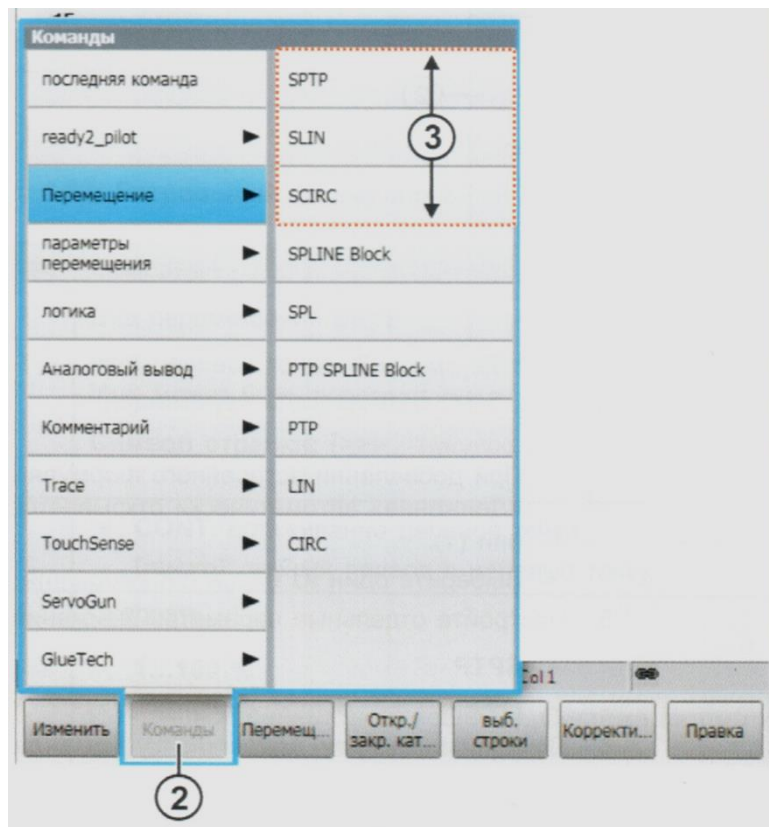
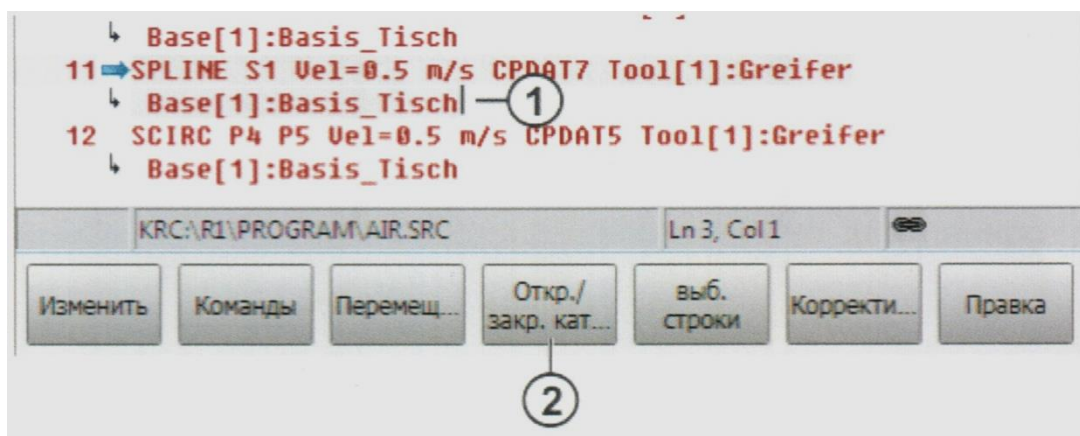

Рис. 3.5 Добавление встроенного формуляра
Рис. 3.10 Открытие/закрытие сплайн-блока
мышь, перевести точку **TCP** в целевую точку, если программируется движение **SPTP** или **SLIN**. Далее необходимо вызвать формуляр будущей команды нажатием клавиши **Команды** ((2) на рис. 3.5) и выбором в строке **Перемещение** необходимой команды (3).
Программирование движения по сплайн-траектории начинается с вызова встроенного формуляра **SPLINE Block** (Рис. 3.5). При этом точка **ТСР** должна находиться в начале сплайн-траектории. Встроенный формуляр заголовка **SPLINE Block** представлен на рис. 3.9.
Все поля в заголовке блока настраиваются так же, как показано в табл. 3.3. Все промежуточные точки, входящие в сплайн-блок, записываются командой **SPL** (рис. 3.5) перед командой закрытия блока **ENDSPLINE**. Через некоторое время после закрытия сплайн-блока его содержимое (кроме заголовка) скрывается. Для того, чтобы его снова открыть, необходимо навести курсор на заголовки сплайн-блока (1) (рис. 3.10) и нажать клавишу **Откр./закр. кат...** (2).